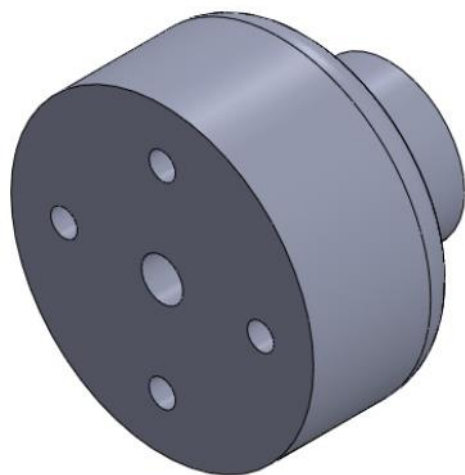

Рисунок 6.11 – Модель після створення елемента заокруглення
- д) Додайте заокруглення (рис. 6.11).